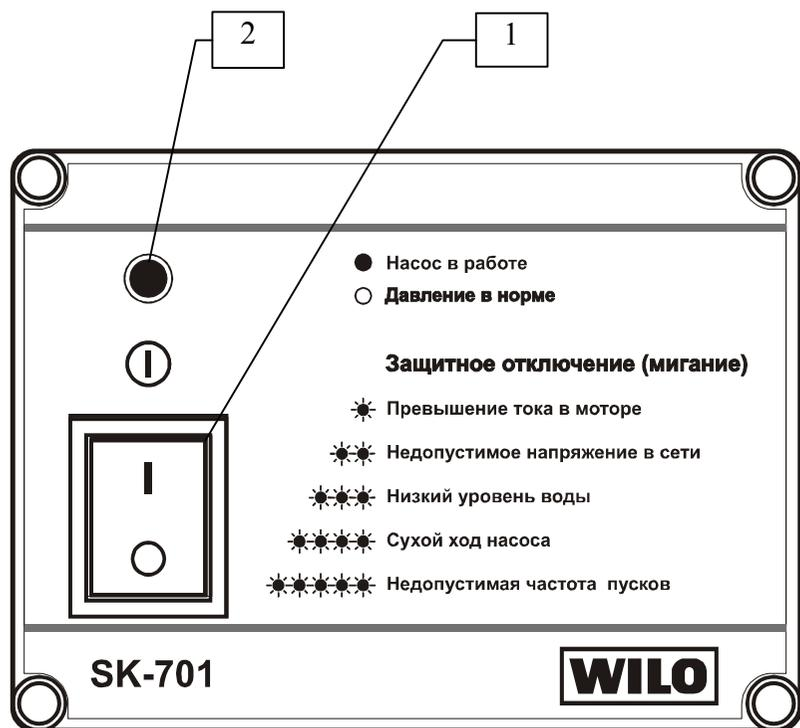

Рис. 1 Лицевая панель прибора
4.1 Лицевая панель прибора управления (рис. 1)
8.2 В случае защитного отключения насоса, которое сопровождается миганием индикатора режима и неисправностей (рис.1, поз.2) сериями вспышек, устраните причину отключения и произведите повторный пуск. Состояние системы в зависимости от показания индикатора и способ повторного пуска указаны в Таблице 2.